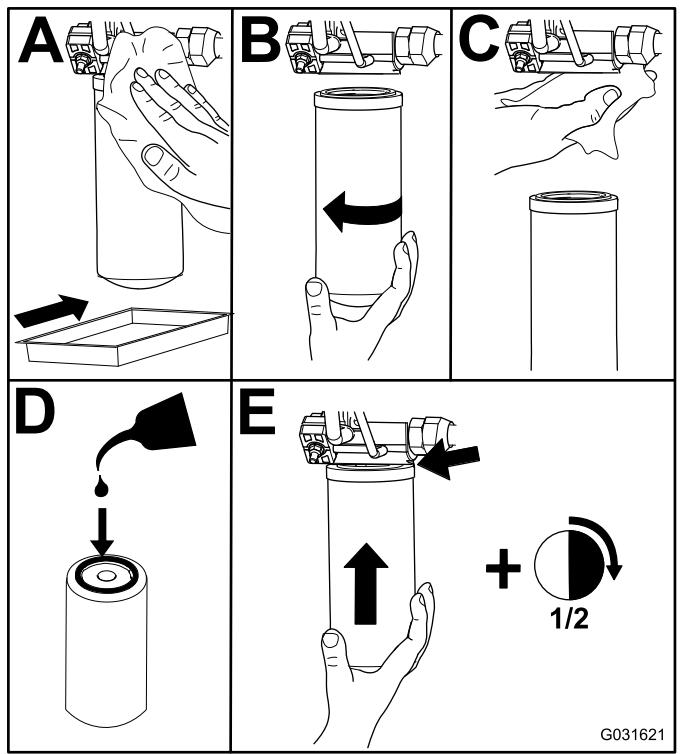

Bild 119
2. Tauschen Sie die Hydraulikfilter aus (Bild 119).